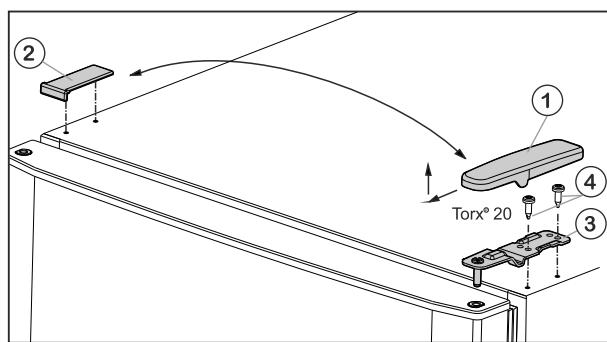
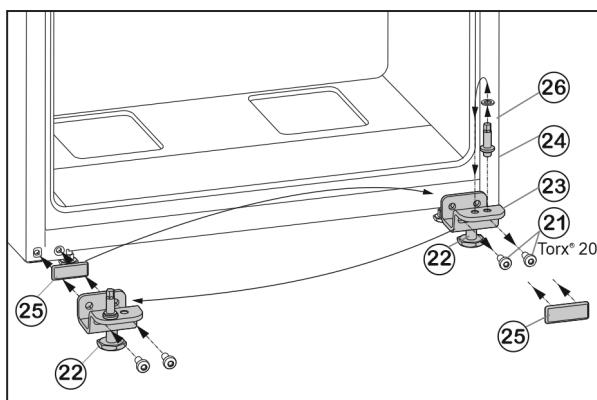

Fig. 5
Fig. 7
- Изтеглете покритието Fig. 5 (1) напред и нагоре.
- Свалете покритието Fig. 5 (2).
- Развийте горната лагерна стойка Fig. 5 (3) с (2 x Torx® 20) Fig. 5 (4) и издърпайте нагоре.
- Развийте закрепващите винтове Fig. 7 (21).
- Свалете долната лагерна опора Fig. 7 (23) заедно с лагерния болт Fig. 7 (24), шайбата Fig. 7 (26) и крака Fig. 7 (22).
- Развийте лагерния болт Fig. 7 (24) заедно с шайбата Fig. 7 (26), поставете го в срещуположния отвор за лагерната опора и го завийте отново.
- Внимателно свалете покриваща плоча Fig. 7 (25) и я преместете на срещуположната страна.
- Отново завийте долната лагерна опора Fig. 7 (23) заедно с лагерния болт Fig. 7 (24), шайбата Fig. 7 (26) и крака Fig. 7 (22) върху новата страна на пантите, евент. с помощта на акумулаторна отвртка (**с 4 Nm**).
- Поставете долната врата отгоре върху лагерния болт Fig. 7 (24).
- Поставете средната лагерна опора (13) завъртяна на 180° в долната врата и я завийте със закрепващите винтове (11) (2 x Torx® 20) върху новата шарнирна страна (**с 4 Nm**).
- Поставете отново пластмасовия диск (10).
- Поставете горната врата върху лагерната опора в средата (13).
- Поставете горната лагерна опора Fig. 5 (3) върху новата страна на шарнира във вратата.
- Затегнете горната лагерна опора **здраво (с 4 Nm)** (2 x Torx® 20) Fig. 5 (4). Евентуално използвайте акумулаторна отвртка.
- ▶ Поставете капака Fig. 5 (1) от срещуположната страна отвън и го фиксирайте.
- ▶ Поставете капака Fig. 5 (2) също от срещуположната страна отгоре и го фиксирайте.
- ▶ Развийте крака Fig. 7 (22) на лагерната опора долу Fig. 7 (23), докато опре върху пода.